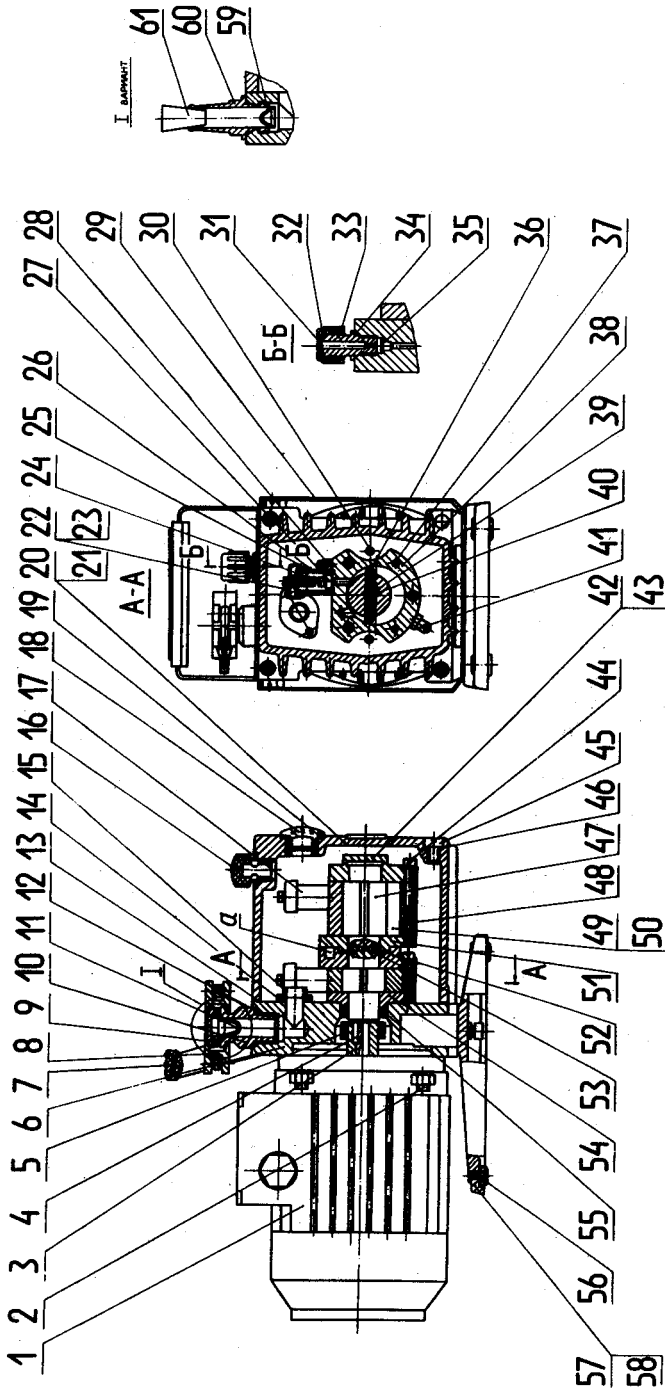

Рис. 2. Насос вакуумный пластинчато-роторный НВР-1,25Д.
4.3. Насос имеет блочную конструкцию (рис. 2) и крепится к стойке 6 двумя шпильками 30. С противоположной стороны к стойке крепится электродвигатель 1 с помощью четырех шпилек 2.
б) откройте через 15 — 20 минут работы насоса газобалластное устройство, отвернув пробку 31 (рис. 2) на 2 — 3 оборота, на период не менее 30 мин;
г) износился уплотнитель газобалластного устройства	г) отверните пробку 31 (рис. 2) и замените уплотнитель
11.3. Произведите разборку насоса в следующей последовательности (см. рис. 2):